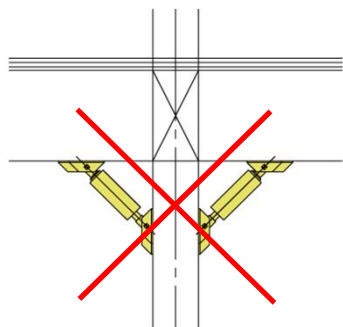

図12 柱1本の同一方向に2本の設置は不可
- ① 1本の柱(スタッド)の上部または下部の両側のXもしくはY同一方向に設置はできません。(図12参照)
- ② 梁と梁への取付は行わなわず、梁と柱に取り付けて下さい。